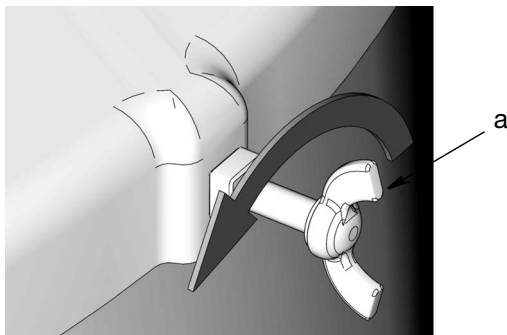

図 5
2. つまみネジ (a) を緩めてドラムカバーを取り外します (図 5)。